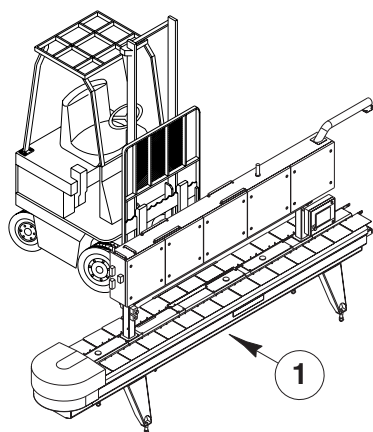
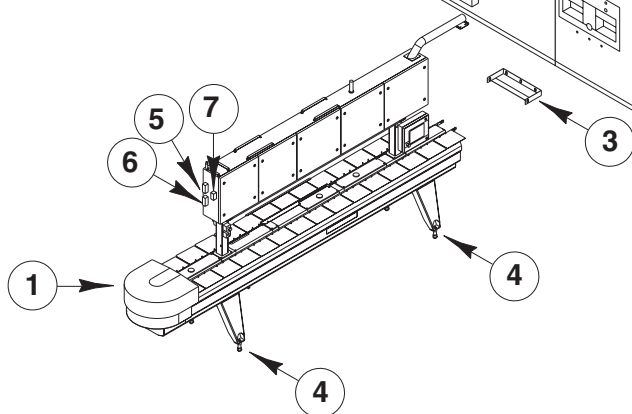

Fig. 4.7a
Fig. 4.7
-Ubique el banco de trabajo (*Pos.1 Fig.4.7*), elevándolo con un carro elevador de capacidad adecuada, (*Pos.1 Fig.4.7a*) en correspondencia con la infraestructura del cajón (*Pos.2 Fig.4.7*) del cajón del túnel.
-Regule el nivel de la mesa mediante los pies regulables (*Pos.4 Fig.4.7*), en modo que el plano de trabajo sea de 1.120 mm.
-Fije la mesa a la pared del cajón mediante el soporte de fijación (*Pos.3 Fig.4.7*).
-Un toma de 16 PIN (*Pos.5 Fig.4.7*) para las señales de intercambio con la máquina de retiro Dino-C.
-Un toma de 16 PIN (*Pos.6 Fig.4.7*) para las señales de sincronismo con la máquina empaquetadora.
-Un toma de 10 PIN (*Pos.7 Fig.4.7*) para la alimentación eléctrica de cubeta exterior chocolate/jarabes - y el panel de programación y mando.